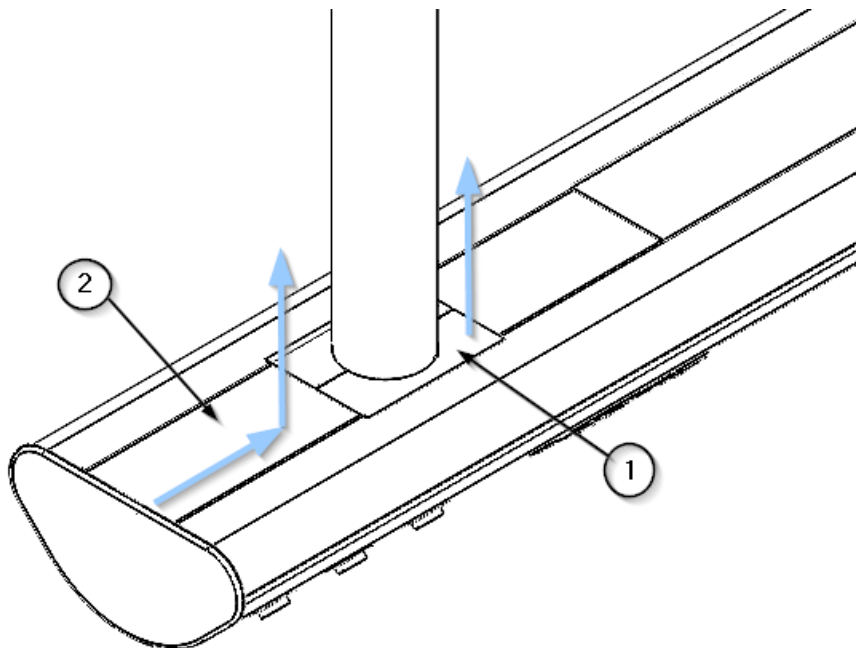

Abb. 8 Entfernen der Abdeckungen vom Hauptkörper
- Entfernen Sie mit Hilfe eines flachen Werkzeugs und unter Vorsicht, den Lack der oberen Abdeckungen nicht zu beschädigen, die unteren Abdeckungen der Fallrohre ①, diese sind aufgesteckt. Siehe Abbildung 8.
- Bewegen Sie nun mit den Händen die ebenfalls aufgesteckten oberen Abdeckungen des Hauptkörpers ②, indem Sie sie zunächst in Richtung des Hauptkörpers verschieben und, sobald Sie die Seitenwand überwunden haben, nach oben abnehmen. Siehe Abbildung 8.